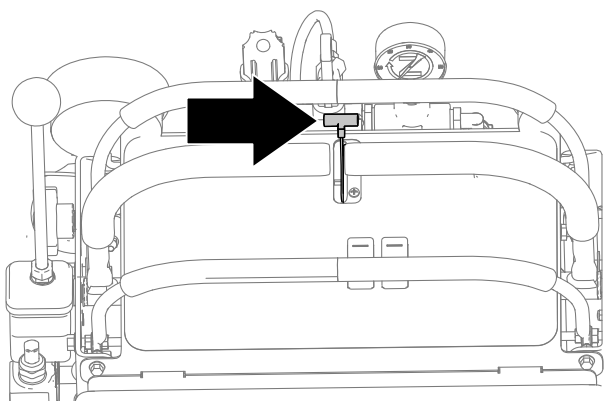

Figura 15
2. Mueva el acelerador hacia arriba desde la posición de LENTO, aproximadamente la mitad de su recorrido (Figura 15).